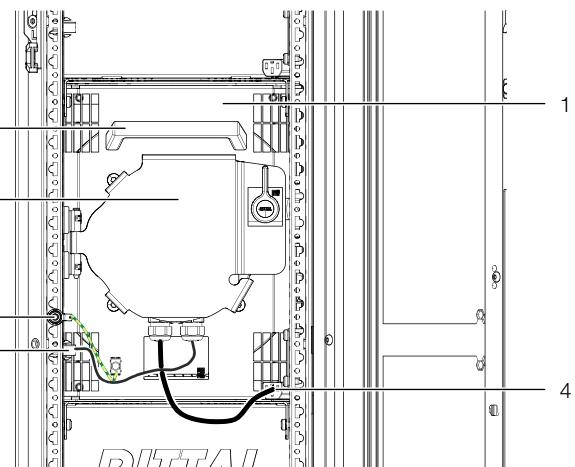

Abb. 52: Lüftermodul im Lüftereinschub
- Lösen Sie links und rechts die beiden Anschlussstecker DC und AC des Lüfters (Abb. 52, Pos. 2 und 4).
- Lösen Sie die Erdungsverbindung am Lüfter (Abb. 52, Pos. 3).
Stellen Sie beim Anschluss sicher, dass die beiden Kabel des Lüfters nicht zu nah aneinander über längere Strecken parallel zueinander geführt werden. Abb. 52 zeigt eine optimale Verlegung der Kabel.